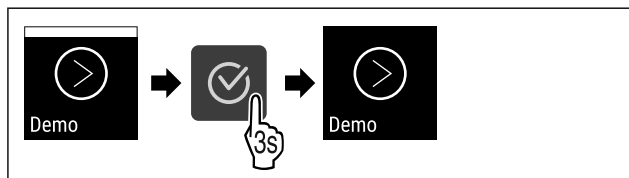

Fig. 49
- ▶ Wykonać czynności (patrz Fig. 49).